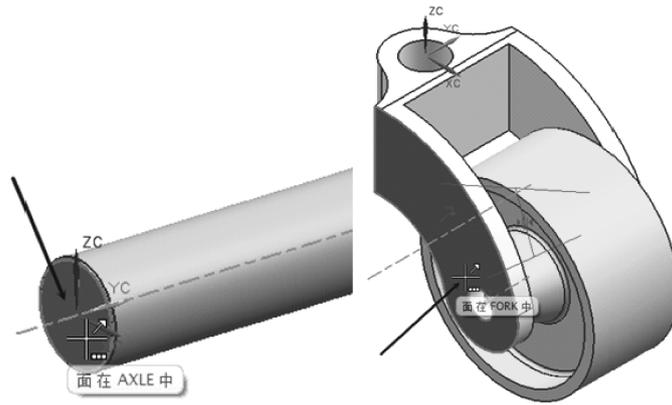

图 8.19 添加【接触对齐】约束
④ 在【类型】下拉列表中选择【接触对齐】选项, 在【要约束的几何体】选项组中的【方位】下拉列表中选择【首选接触】选项, 在“axle”的端面和“fork”侧面, 单击【应用】按钮, 如图 8.19 所示。